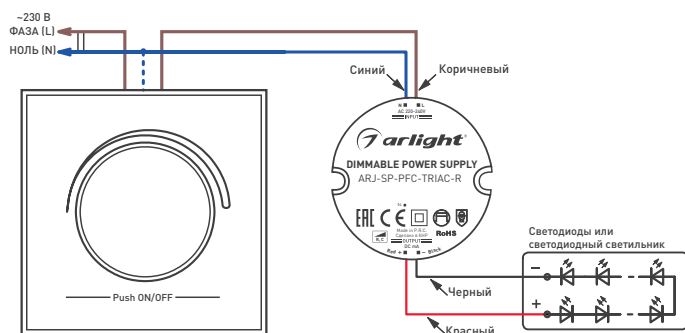

Рис. 1. Подключение источника тока
- 3.5. Подключите входные провода в соответствии со схемой, приведенной на рис. 1. Если у светорегулятора есть клемма для подключения нулевого провода (N), подключите его. На рисунке это соединение обозначено пунктиром. При подключении светорегулятора руководствуйтесь схемой, приведенной в его инструкции.
➤ Учтите, что светорегуляторы характеризуются максимальной и минимальной мощностью нагрузки. Минимальная мощность нагрузки светорегулятора обычно составляет примерно 10–20% от максимальной и должна быть указана в документации к светорегулятору. Уточните параметры вашего светорегулятора и убедитесь, что мощности подключаемых светодиодных источников света достаточно для работы светорегулятора. Хорошо, если светорегулятор имеет клемму для подключения нулевого проводника (N). Подключение по схеме «с нейтралью» способствует стабильной работе светорегулятора при малой нагрузке. На рис. 1 такое подключение обозначено пунктиром.